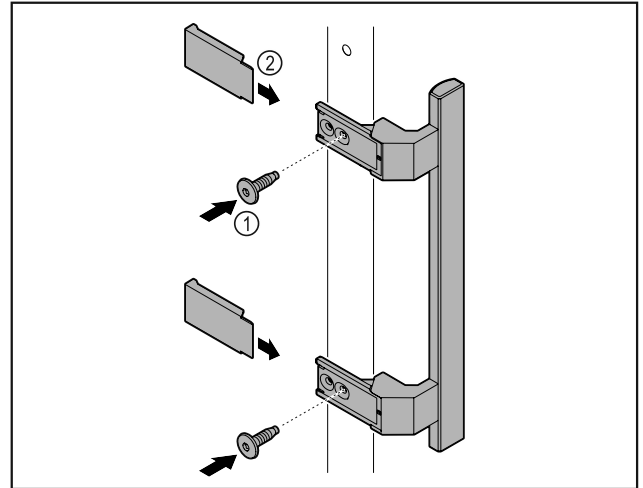

Fig. 2
- Meegeleverde greep met de meegeleverde schroeven Fig. 2 (1) op de deur aanbrengen.
- Afdekking Fig. 2 (2) plaatsen.